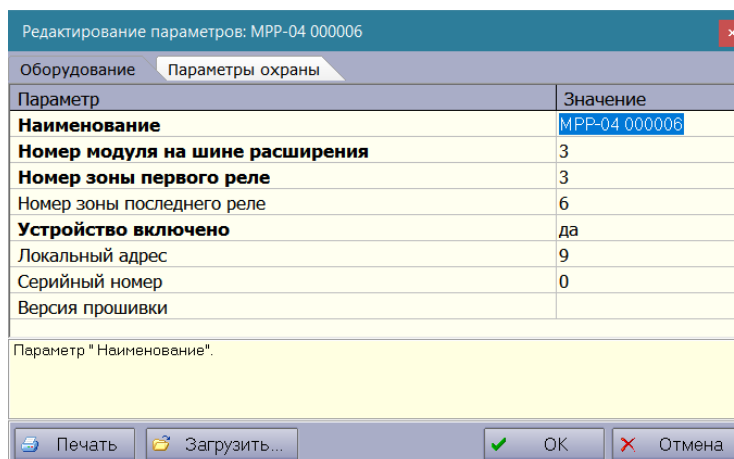

Рисунок 9
- Нажмите кнопку **«ОК»** (см. рисунок 9).